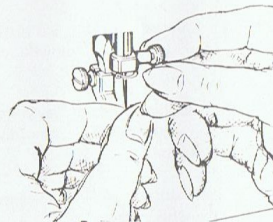

Abb. 10
8. Nadel-Herausnehmen und -Einsetzen (Abb. 10)